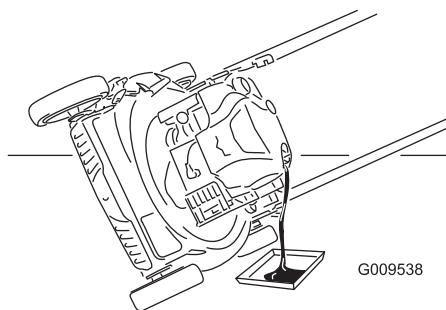

Figura 24
- Coloque la máquina de lado con la varilla de aceite hacia abajo para drenar el aceite usado a través del tubo de llenado de aceite (Figura 24).